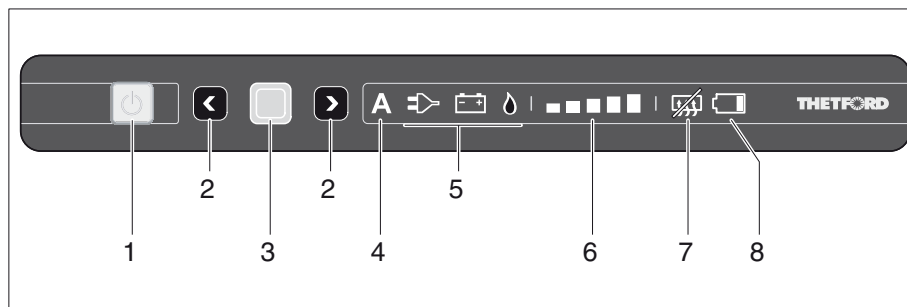

Bild 337 Reglage/knappar och indikeringslement för kylskåpet (Thetford utan SES)
- Tryck på knappen (Bild 337,1). Knappen lyser grönt. Tryck på knappen igen för att visa de aktuella inställningarna.
- Tryck på knappen (Bild 337,1) och håll den inne. Alla lampor slocknar.
Om den automatiska driften väljs lyser indikeringen för automatisk drift (Bild 337,4) och den bästa tillgängliga källan (Bild 337,5) på manöverpanelen.
- Tryck på bekräftelseknappen (Bild 337,3) och håll den intryckt. Symbolerna för driftlägen (Bild 337,5) börjar blinka.
- Välj gasdrift med urvalsknapparna (Bild 337,2) och bekräfta valet med bekräftelseknappen (Bild 337,3).
- Välj 230 V-drift med urvalsknapparna (Bild 337,2) och bekräfta valet med bekräftelseknappen (Bild 337,3).
- Välj 12 V-drift med urvalsknapparna (Bild 337,2) och bekräfta valet med bekräftelseknappen (Bild 337,3).
- Tryck på bekräftelseknappen (Bild 337,3) igen. Kylnivåindikeringen (Bild 337,6) börjar blinka.
- Välj önskad kylnivå med urvalsknapparna (Bild 337,2) och bekräfta valet med bekräftelseknappen (Bild 337,3).